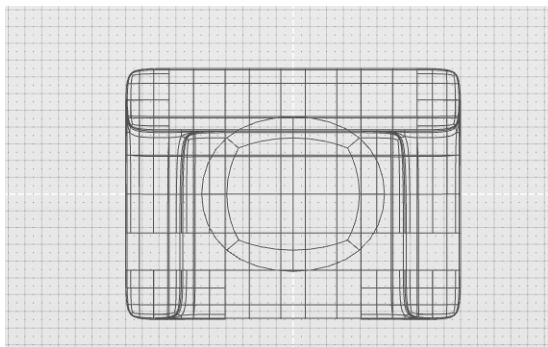

图 7-17 绘制多边形立方体作为坐垫
1) 激活顶视图，按住〈Ctrl〉键，绘制多边形立方体，先接受所有控制台提示参数，随后在控制面板中按照图 7-17 所示设定参数，长度为 130cm，宽度为 110cm，高度为 20cm，L 方向细分为 1，W 方向细分为 1，H 方向细分为 1，如图 7-17 所示。